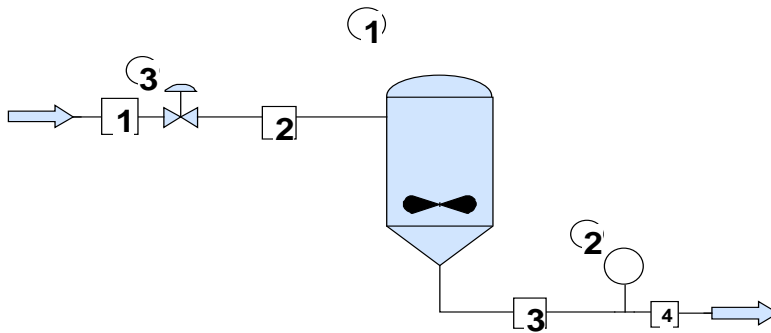

Рис. 3 – Схема стабілізації процесу синтезу ацетилену на базі кінетичного реактора
3. Побудувати технологічну схему відповідно до з рис. 3. Ввести роботу моделі в статичний режим: **Run/Convergence/SteadyState**.